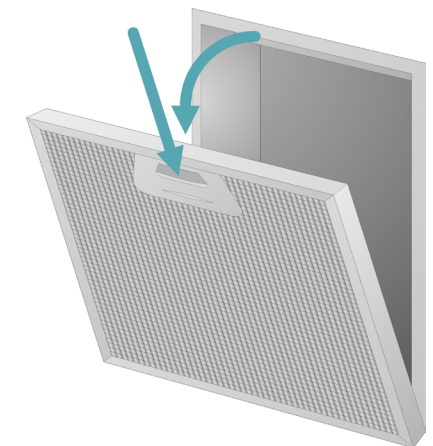

Рис.12 Снятие алюминиевого жиरोулавливающего фильтра
1. Нажмите на защелки на жиरोулавливающем фильтре и снимите фильтр. (Рис. 12)